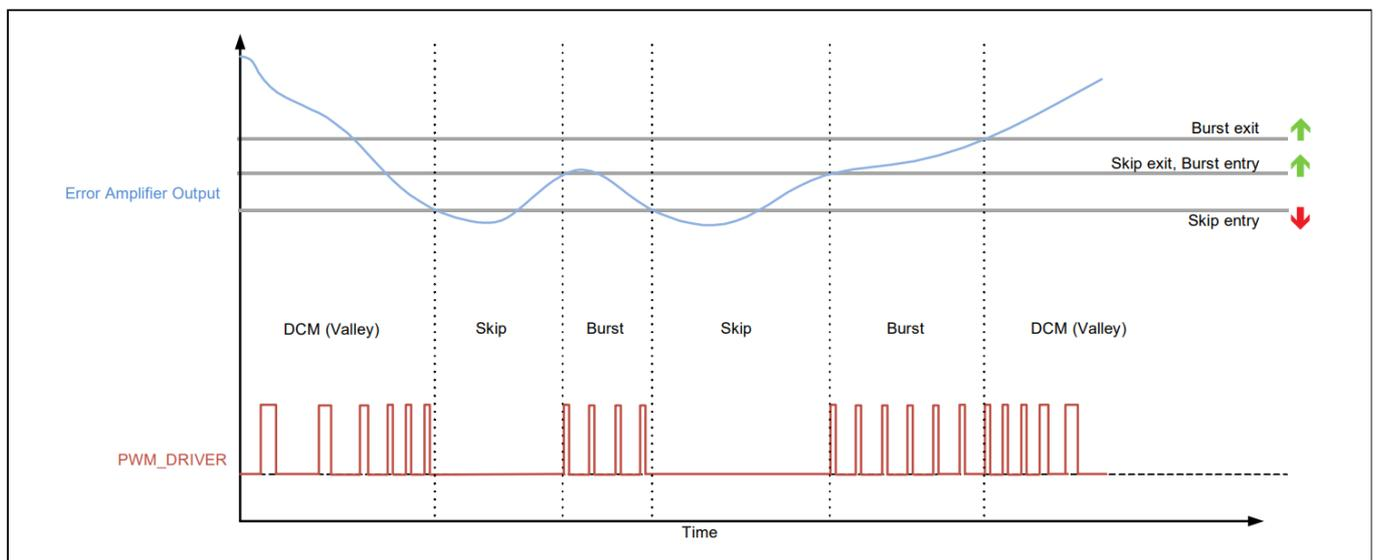

图7 误差放大器输出与工作模式
EZ-PD™ PAG1S 支持多种工作模式：准谐振 (QR) 或临界导通模式 (CrCM)、谷底开关模式、不连续导通模式 (DCM) 以及用于轻负载运行的突发模式。模拟 PWM 智能算法允许根据输出功率需求自动切换工作模式。高负载时，工作模式保持在 CrCM；中等负载时，工作模式切换到 DCM；低功率和超低功率负载时，工作模式切换到脉冲跳跃模式或突发模式（参见图 7）。最小/最大脉冲宽度、最小/最大周期以及脉冲跳跃或突发电平均可配置。